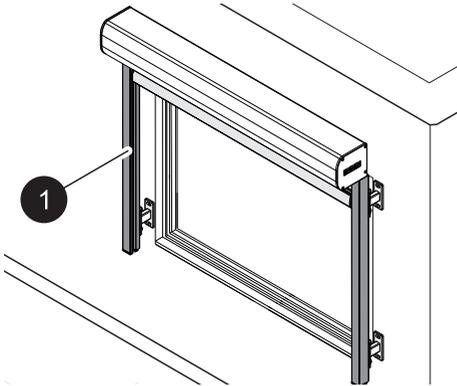

Fig. 18 : Nettoyer les glissières
4. Brosser les guide-câbles (Fig. 18/1).